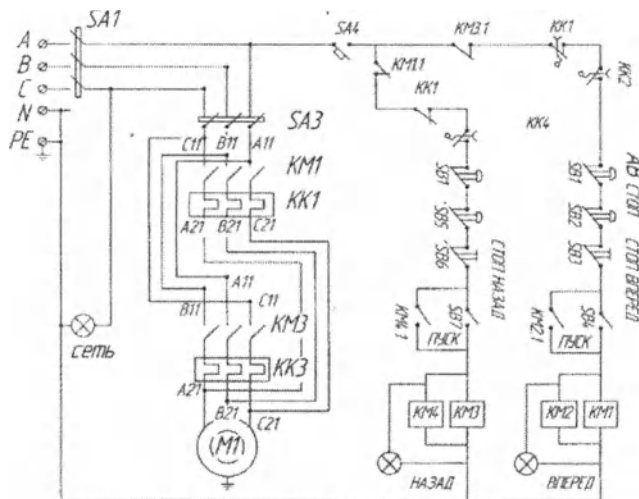

Рис. 3 Схема электрическая принципиальная
4.5.7 Схема электрическая принципиальная измельчителя приведена на рис.3.